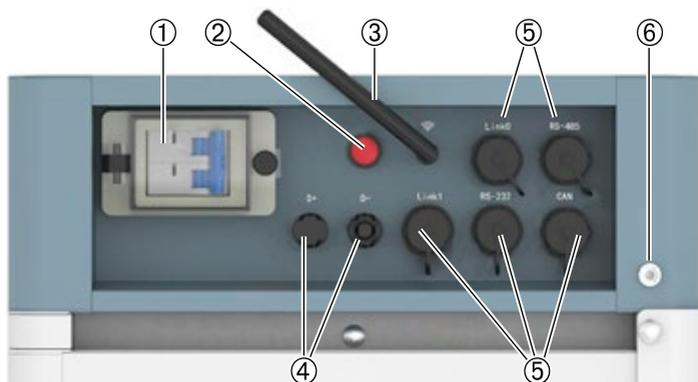

Fig. 2.5 - Modulo di controllo FC0500-40S V2
- **Interruttore di alimentazione (1, Fig. 2.5).**
**Attenzione.** Quando l'interruttore di alimentazione (1, Fig. 2.5) è scattato a causa di sovracorrente o cortocircuito, è necessario attendere più di 30' prima di riaccendere il modulo di controllo per non causare danni all'interruttore stesso.
- **Pulsante Start (2, Fig. 2.5).**
- **Modulo WiFi (3, Fig. 2.5).**
- **Terminali di alimentazione D+ e D- (4, Fig. 2.5).**
- **Terminali di comunicazione porta RJ45 (5, Fig. 2.5).**